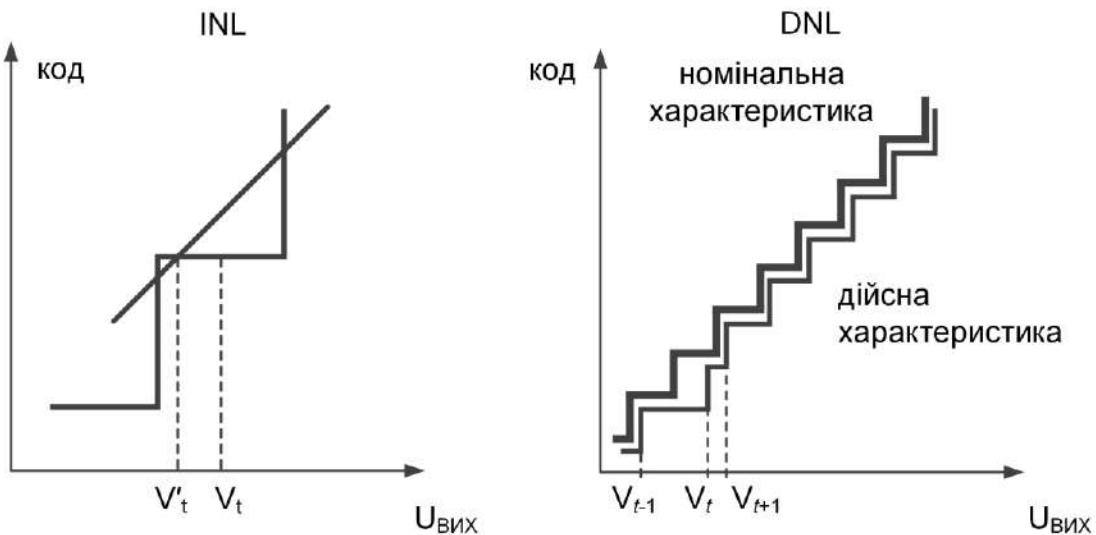

Рисунок 1.30 - Інтегральна та диференціальна нелінійність
**Інтегральна нелінійність (Integral Non-Linearity, INL)** (похибка нелінійності) - це різниця між розрахунковим значенням вхідної напруги  $V_t'$  визначенням по лінеаризованій характеристиці перетворення АЦП, і дійсним значенням вхідної напруги  $V_t$ , відповідним заданій точці характеристики перетворення (рис. 1.30):